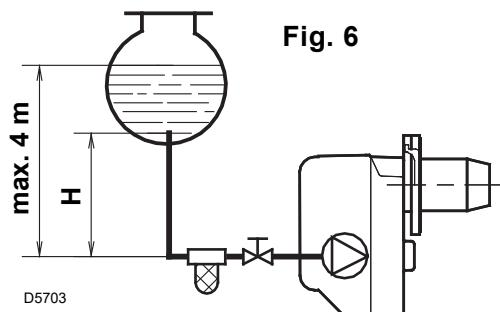
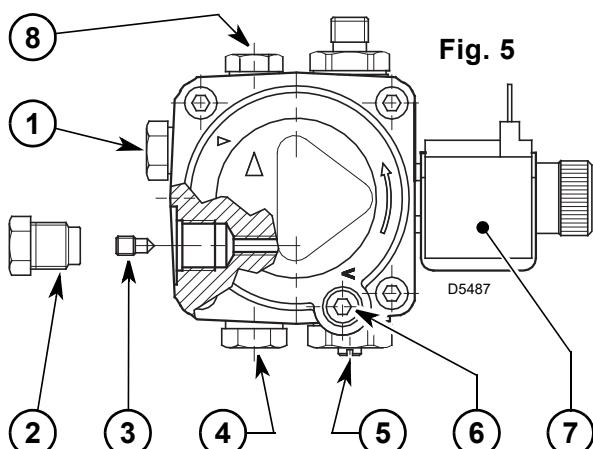

Fig. 6
Fig. 5
- La pompe est prévue pour un fonctionnement en bitube. Pour le fonctionnement en mono-tube, il faut dévisser le bouchon de retour (2), enlever la vis de bypass (3) et ensuite revisser le bouchon (2), (voir fig. 5).
Dans l'installation en fig. 6, il faut desserrer le raccord du vacuomètre (5, fig. 5) jusqu'à la sortie du combustible.